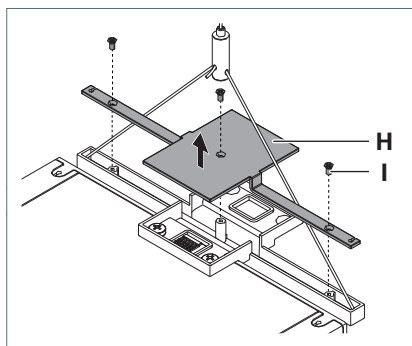

Fig. 13: Retirer le recouvrement.
- Sur le dernier luminaire monté, dévissez au niveau de l'élément de liaison les trois vis **I** hors du recouvrement **H**, voir Fig. 13.